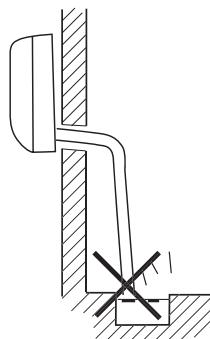

Abb. 9.5 Verhindern von unangenehmen Gerüchen.
- Installieren Sie die Kondenswasserleitung so, dass das freie Ende von unangenehmen Gerüchen, wie etwa offene Drainagen, ferngehalten wird, um sicherzustellen, dass diese nicht zurück in das Gerät gelangen (siehe Abbildung 9.5).